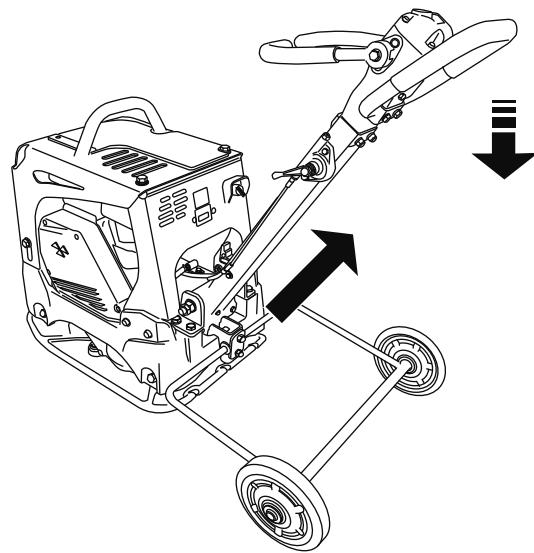

図 27
3. ハンドルを下に押し込みながら、移動車のフックを持ち上げて移動車を外します。(図27)